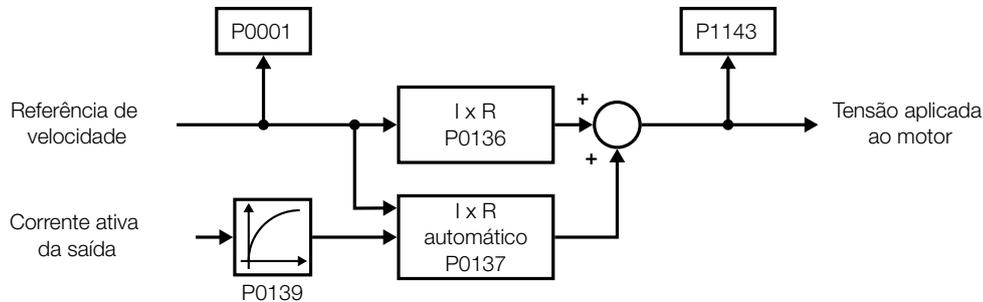
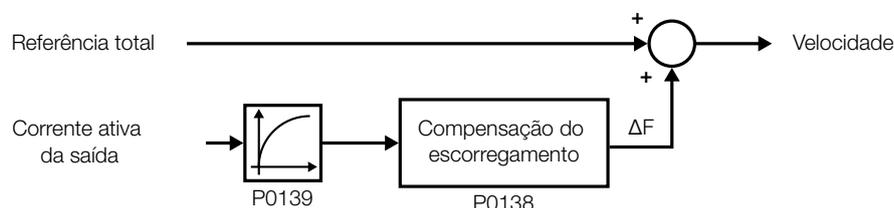

Figura 5.10 – Diagrama de blocos do P0137
Figura 5.12 – Diagrama de blocos P0138 (escalar)
- Consulte a Figura 5.10 na página 5-19 e Figura 5.12 na página 5-19.